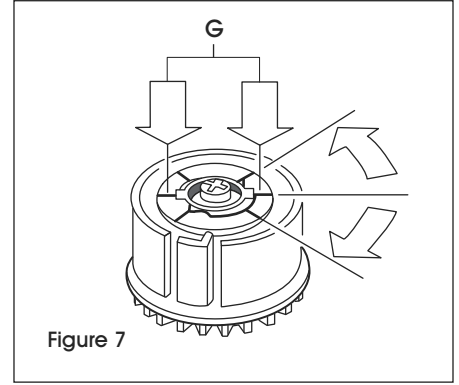

Figure 7
3. Press down (G) black center tension adjuster. Turn (H) clockwise to tighten the tension of the liner. Turn (I) to loosen. (See Figure 7)
3. Appuyez sur (G) le régulateur de tension noir au centre. Tournez (H) dans le sens horaire pour augmenter la tension de la doublure. Tournez (I) pour desserrer. (Voir Figure 7)